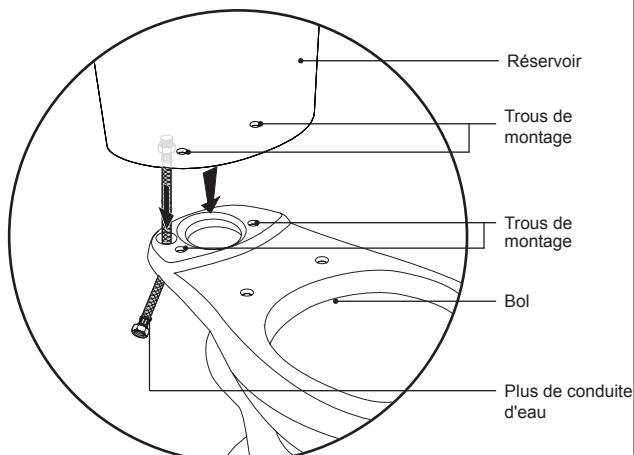

Figure 10
- ③** Placez le réservoir sur la cuvette, en alignant les trous de fixation du réservoir avec les trous de fixation sur la cuvette (figure 10).
Figure 10 s'applique à l'installation Espree toilettes™ uniquement.